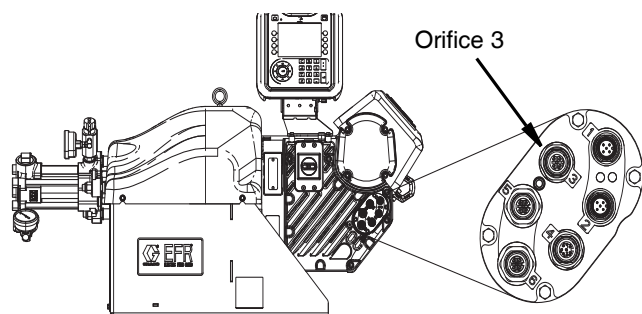

FIG. 7
4. Débrancher le connecteur de l'orifice 3 du pilote EFR. Voir FIG. 7 à la page 15.